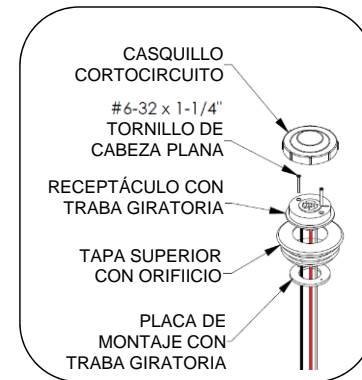

Fig. 5 – Instale el receptáculo con traba giratoria en la tapa superior.
7. Coloque la tapa superior en el poste (enviada con el poste). Si la unidad tiene un receptáculo de cierre por torsión, ensámblelo con la tapa superior como se indica en la Fig. 5 y conecte el cableado antes de colocar la tapa superior. Instale siempre un cortocircuito tapa o control fotoeléctrico.